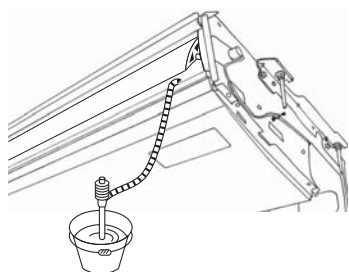

Fig. 5-3
1. Maak de bij het apparaat meegeleverde sokverbinding ⑤ vast aan de uitlaatopening van het apparaat met een vinyl-chloride-lijm.
2. Maak de bij het apparaat meegeleverde mofbedekking ⑥ vast aan de sokverbinding ⑤.
3. Maak de buiten het apparaat lopende afvoerleiding (VP-20) vast aan de sokverbinding ⑤ met een vinyl-chloride-lijm.
4. Wickel de bij het apparaat meegeleverde afvoerleidingsbekleding ⑦ om de afvoerleiding heen. (Doe plakband over de naad heen)
- Ⓒ Mofbedekking ⑥
- Ⓓ Sokverbinding ⑤
- Ⓔ Afvoerleidingsbekleding ⑦
5. Controleer dat de afvoer goed werkt. (Fig. 5-3)